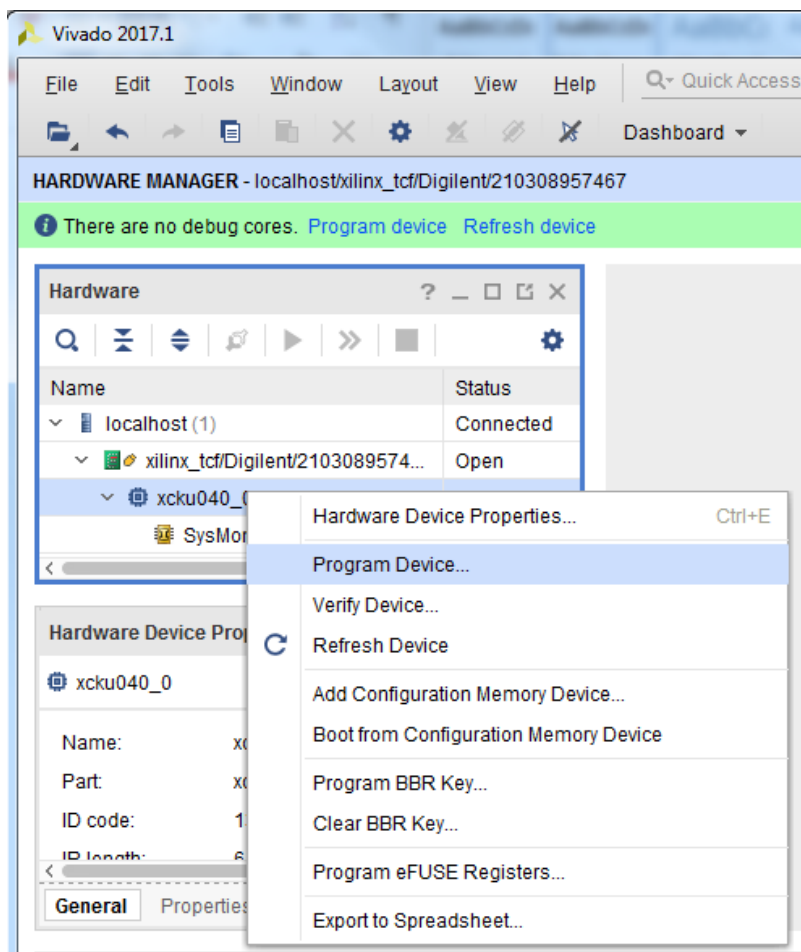

図 14: プログラムするデバイスを選択
7. [Hardware] ウィンドウで [xcku040] を右クリックし、[Program Device] をクリックします (図 14)。